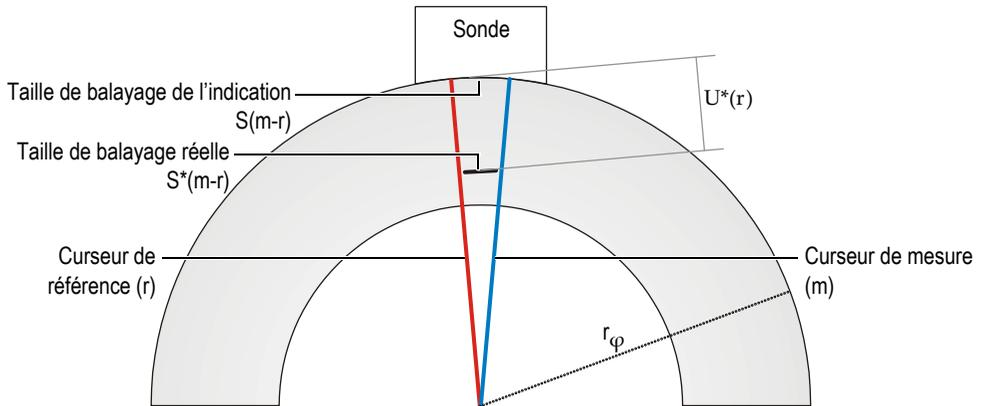

Figure 10-8 Taille de balayage réelle d'une indication
Dans l'exemple d'évaluation de la taille de l'indication utilisé dans la procédure suivante, vous pouvez utiliser le composant **Échange Excel** pour calculer, dans Excel, la taille réelle de balayage [ $S^*(m-r)$ ] d'une indication dans un cylindre (voir Équation (1) à la page 471 et Figure 10-8 à la page 471), en utilisant les valeurs  $S(m-r)$  et  $U(r)$  proposées par TomoView.